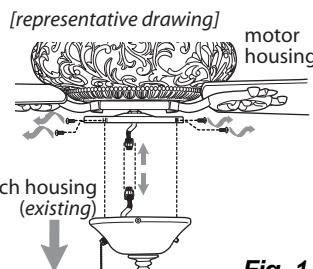

Fig. 1
- B. Loosen and/or remove screws from existing switch housing and lower switch housing—save screws for later use. (See Fig. 1 for example.)
- C. Disconnect existing wiring between motor housing and switch housing and then remove existing switch housing. (See Fig. 1 for example.)
- B. Aflojar y/o quitar los tornillos de la caja de encendido existente y bajar la caja de encendido—guardar los tornillos para uso más adelante. (Ver ejemplo en la Fig. 1.)
- C. Desconectar el cableado existente entre el bastidor del motor y la caja de encendido y luego quitar la caja de encendido existente. (Ver ejemplo en la Fig. 1.)